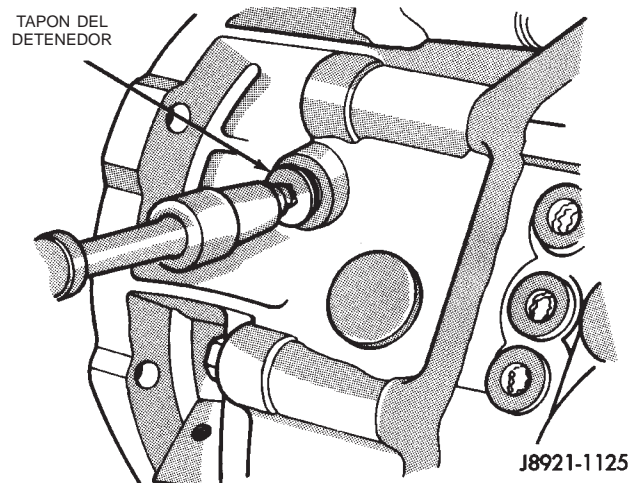

Fig. 20 Desmontaje del tapón de la bola del detenedor
- (8) Retire el tapón de la bola del detenedor del cabezal de cambios de marcha atrás (Fig. 20).